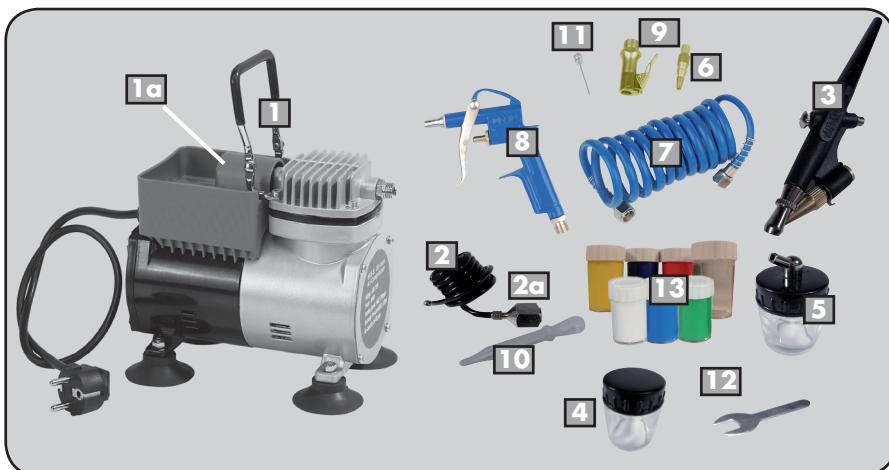

Abb. 1: Geräteübersicht/Ausstattung
Verbinden Sie über die jeweilige Schraubverbindung den Airbrushpistole (Abb. 1, Nr. 3) mit dem Rilsenschlauch (Abb. 1, Nr. 2) und diesen anschließend mit dem Airbrushkompressor (Abb. 1, Nr. 1). Benutzen Sie hierzu den mitgelieferten Gabelschlüssel (Abb. 1, Nr. 12). Befestigen Sie das Farbmischglas mit Anschlussdeckel (Abb. 1, Nr. 5) am Airbrushpistole (Abb. 1, Nr. 3). Stecken Sie den Netzstecker in die Steckdose.
2. Entnehmen Sie nun mit Hilfe der Pipette (Abb. 1, Nr. 10) zwei Tropfen der Farbe und geben diese in ein komplett mit Wasser gefülltes Farbmischglas (Abb. 1, Nr. 4 oder 5). Schütteln Sie dieses. Nun hat Ihre Farbe die benötigte Konsistenz erreicht.
3. Schließen Sie das Farbmischglas mit Anschlussdeckel (Abb. 1, Nr. 5) an die Airbrushpistole an.
Schalten Sie den Airbrush-Kompressor (Abb.1, Nr. 1a) ein, indem Sie den Ein-/Aus-Schalter auf die Position „1“ drücken.
Regulieren Sie die Menge der zugeführten Farbe und damit das Sprühergebnis, indem Sie die Farbdüse des Airbrushpistoles (Abb. 1, Nr. 3) nach rechts bzw. links drehen.
- ▶ Schrauben Sie mit Hilfe eines Ring- oder Gabelschlüssels die Düse der Ausblaspistole (Abb. 1. Nr. 8) ab.
- ▶ Schrauben Sie anschließend den Reifenadapter (Abb. 1, Nr. 9) in den Lauf der Ausblaspistole ein.
- ▶ Den Hebel der Ausblaspistole herunterdrücken und – je nach Arbeitsbedarf -- den Luftmatratzenadapter (Abb. 1, Nr.6) oder die Ballnadel (Abb.1, Nr. 11) einschieben. Danach Hebel wieder loslassen.
Reinigen Sie den Airbrushpistole (Abb.1, Nr. 3) direkt nach dem Gebrauch gründlich. Ansonsten kann die Farbe eintrocknen und Probleme bei der nächsten Nutzung verursachen. Spülen Sie den Spitzgriffel gründlich mit Wasser durch. Verwenden Sie bei hartnäckiger, eingetrockneter Farbe den mitgelieferten Verdünner.